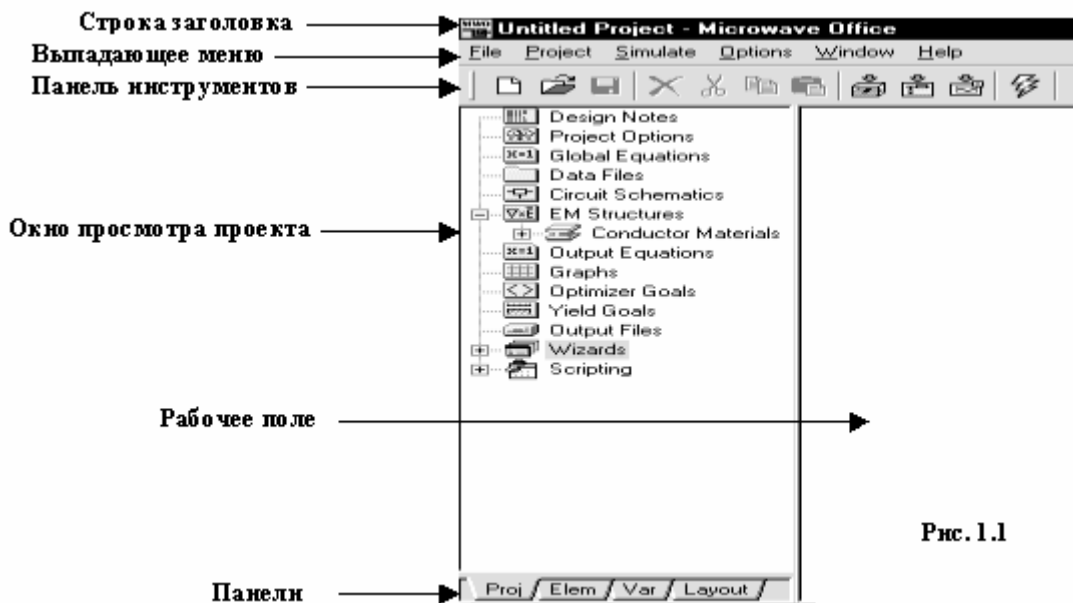

Рис. 1.1
- Выберите **Программы > AWR Suite 2002 > Microwave Office**. Откроется главное окно Microwave Office, показанное на рис. 1.1.